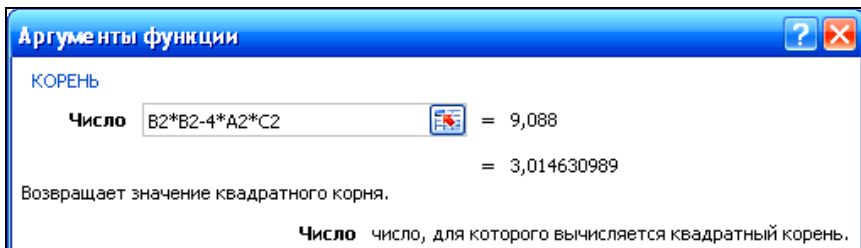

Рис. 2.10. Аргументы функции КОРЕНЬ
3. На экране появится диалог *Мастера функций*. В списке *Категория* выбрать математические, название функции – КОРЕНЬ. В поле *Число* записать формулу  $b^2 - 4ac$ , указывая адреса ячеек (рис. 2.10).